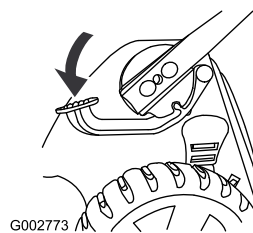

Figure 55
1. Appuyez sur la pédale et maintenez-la enfoncée (Figure 55).